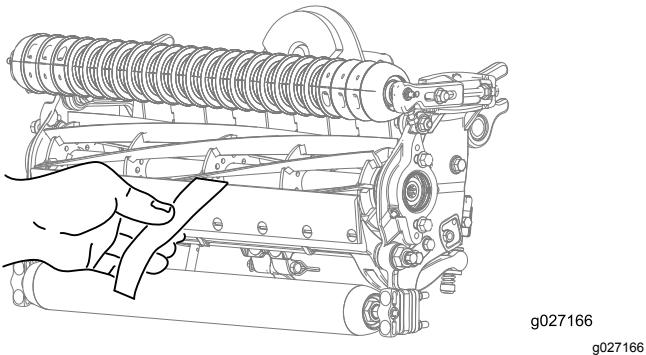

図 10
12. 切れ味確認用のトロ製試験ペーパーを一枚、リールと下刃との間に、下刃に対して直角になるように差し入れて、カッティングユニットの切れ味をテストする図 10。ゆっくりとリールを回転させることで紙が切れれば合格である。